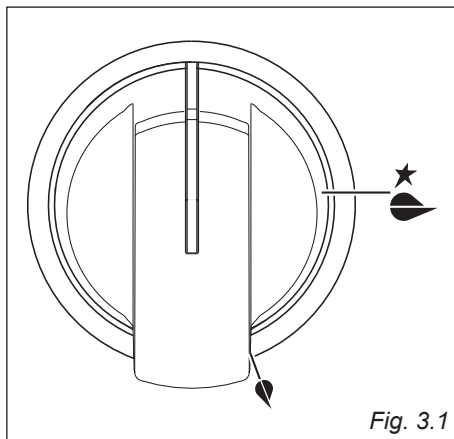

Fig. 3.1
L'afflusso del gas ai bruciatori è regolato da un rubinetto valvolato comandato dalla manopola di fig. 3.1.
- √ L'accensione elettrica è incorporata nelle manopole dei bruciatori e si identifica per il simbolo "★" vicino al simbolo "🔹" (fig. 3.1).